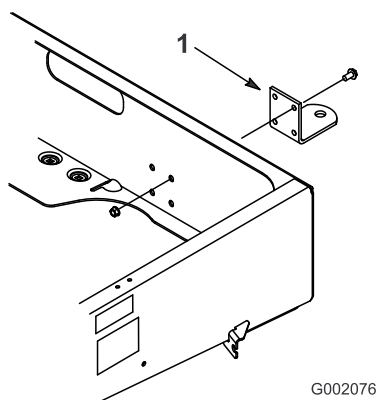

Figure 7
2. Placez la patte de remorquage en face des trous de montage sur le châssis. Fixez la patte d'attelage en position avec les vis et écrous (Figure 7).